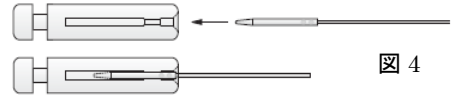

図 4
- ハートワイヤーをペースメーカ又は専用延長ケーブルと直ちに接続しない場合は、接続ピンを付属の保護キャップで保護すること。 (図 4)